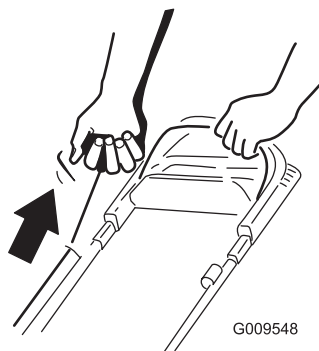

Figure 18
2. Tirez sur la poignée du lanceur (Figure 18).
Remarque: Tirez la poignée du lanceur lentement jusqu'à ce que vous sentiez une résistance, puis tirez vigoureusement (Figure 18). Laissez le lanceur se rétracter lentement jusqu'à la poignée.